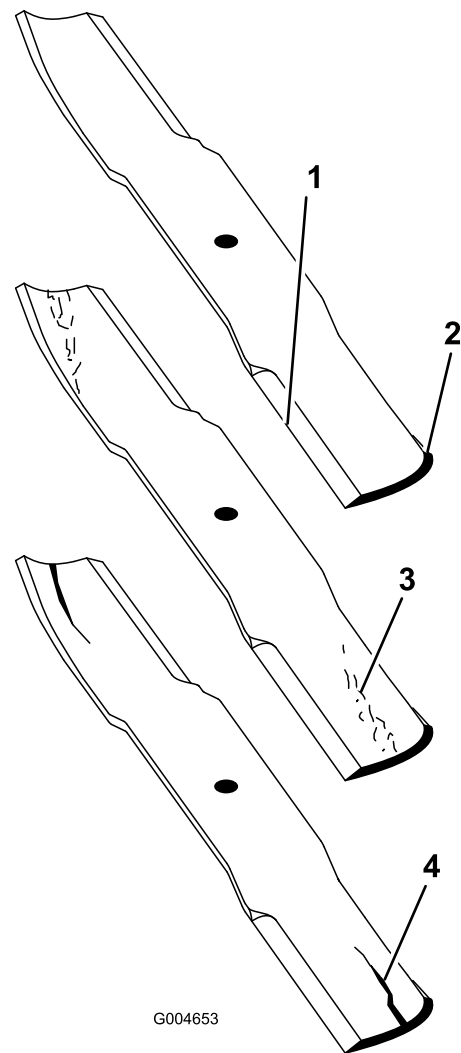

Figure 69
1. Examinez le tranchant des lames (Figure 69).
2. Inspectez les lames, surtout la partie relevée (Figure 69).
Remarque: Remplacez immédiatement toute lame endommagée, usée ou qui présente une entaille (Figure 69).